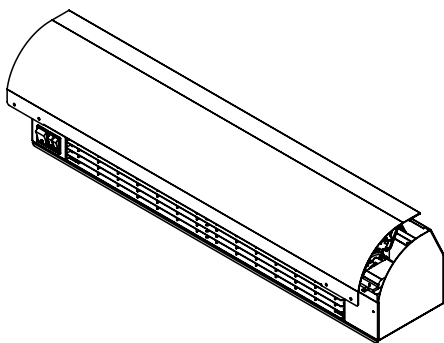

Рисунок 6
- Удерживая крышку за верхнюю часть, аккуратно снять последнюю с завесы (см. рисунок 6).